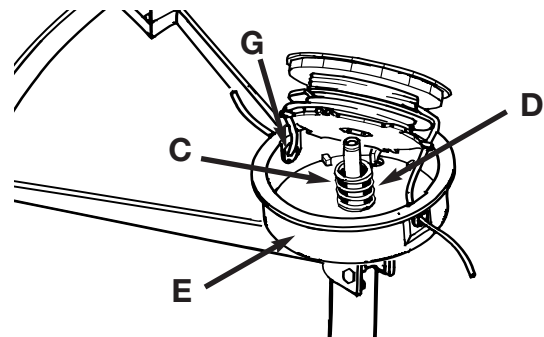

Fig. 12
7. Placer le ressort (C) sur l'axe (D). Insérer chaque extrémité du fil dans les oeillets (G) du boîtier (Figure 12).